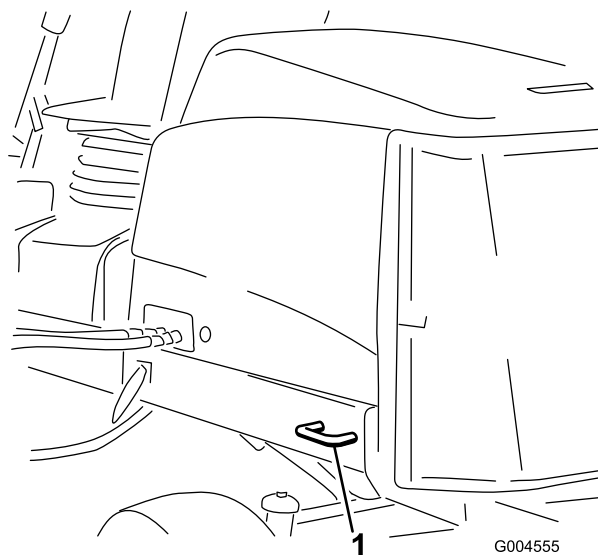

Figure 41
- **Arrière de la machine** – chaque côté de la machine sur le cadre arrière (Figure 41)